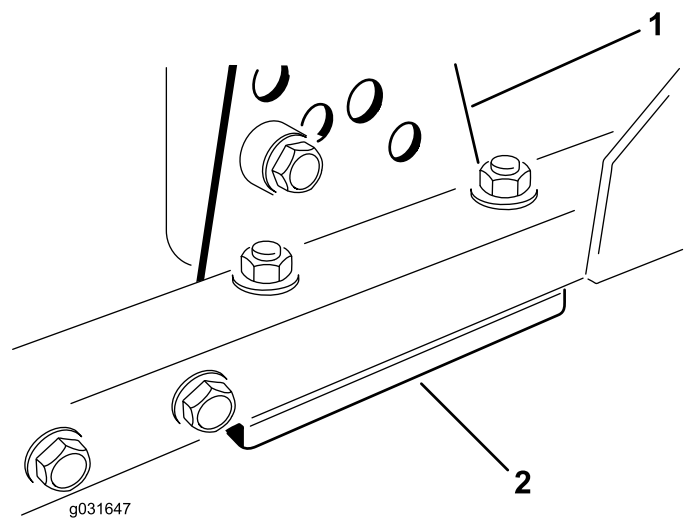

Figura 65
1. Retire el soporte de altura de corte (delantero, izquierdo o derecho) del bastidor de la unidad de corte (Figura 65).
2. Coloque suplementos de 1.5 mm (0.06") y/o 0.7 mm (0.03") entre el bastidor de la unidad de corte y el soporte hasta lograr la altura de corte deseada (Figura 65).
3. Instale el soporte de altura de corte en el bastidor de la unidad de corte con los suplementos restantes colocados debajo del soporte de altura de corte (Figura 65).